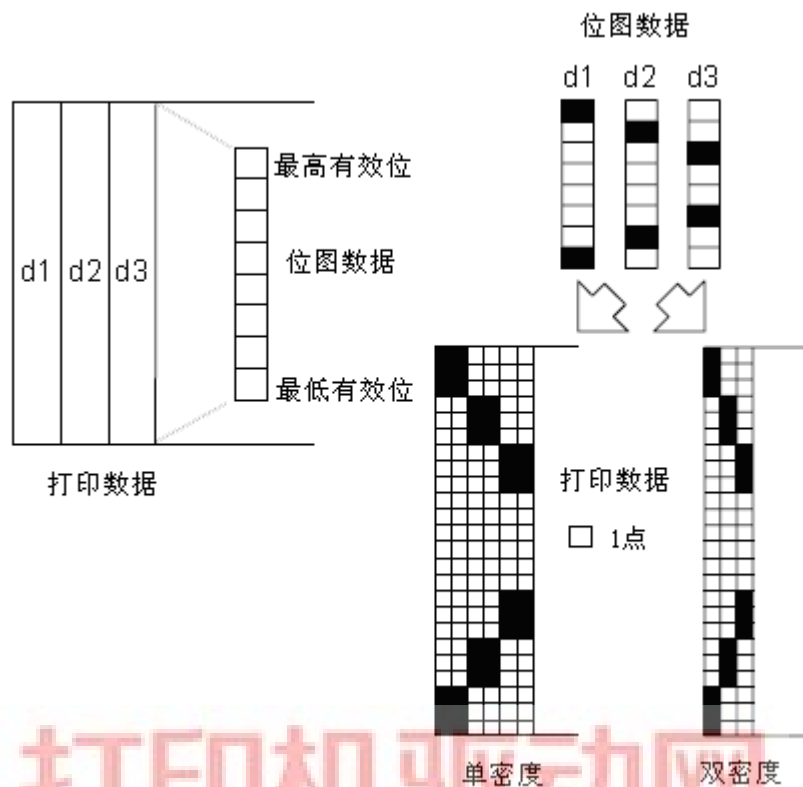

图 3. 11. 3
- 图 3. 11. 3描述了图象数据与被打印的点之间的关系。